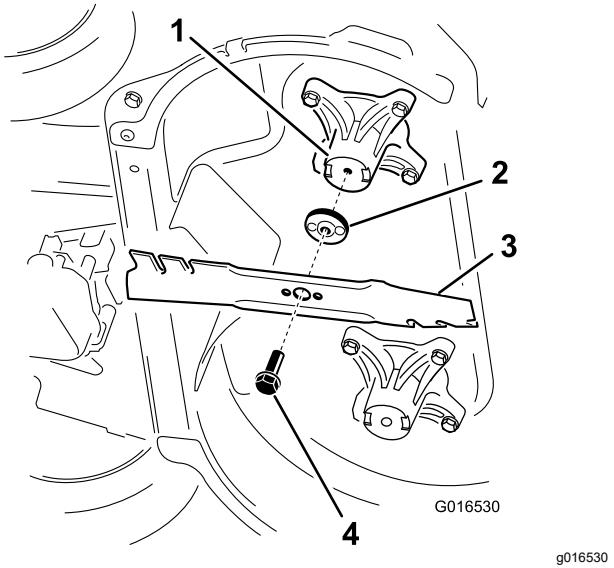

Figure 30
- Déposez chaque lame comme montré à la Figure 30.
- Posez la première lame de sorte qu'elle soit horizontale, avec toutes les fixations, comme montré à la Figure 30.